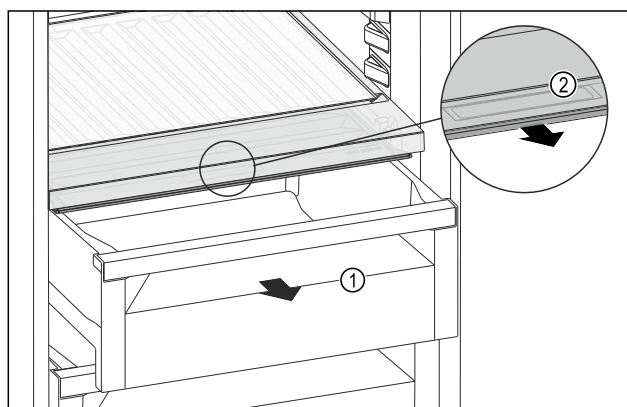

Fig. 240
- ▶ Zásuvku Fig. 240 (1) vytáhněte.
- ▶ Uchopte prohlubeň pro rukojeť Fig. 240 (2) na víko zásuvky a současně zatáhněte za víko zásuvky směrem dopředu.